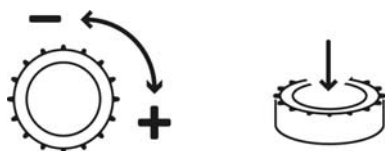

Рис. 11: Задействование кнопки управления
$n=f(AI)$ (режим работы с регулятором – см. рис. 11)
- На ЖК-дисплее отображается режим работы насосов, регулятора и частотного преобразователя. Кнопка управления позволяет выбрать меню и задать параметры. Для изменения значений и прокрутки кнопку управления следует поворачивать, а для выбора и подтверждения – нажимать (см. рис. 11).